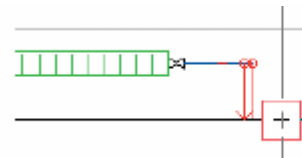
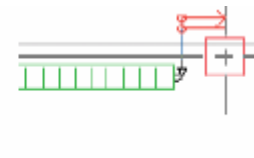

Рис. 2.1-5
Рис. 2.1-6
6. зарисуйте трубопровод в пол (рис. 2.1-5 и рис. 2.1-6)